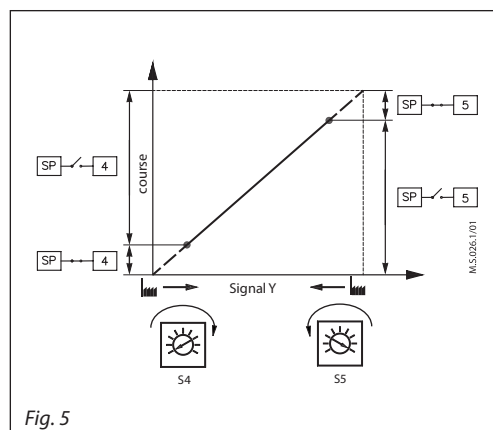

Fig. 5
**DIP6 : C/P, sélecteur de mode de signal de sortie (Fig. 5. voir la page suivante) :**